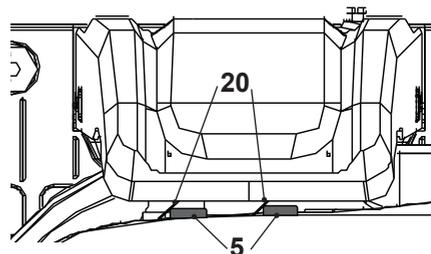

Fig. 18
- > Poussez la tondeuse robot par le côté droit sur le socle (18) de la station de charge (Fig. 18).
- > Vérifiez que les bandes de chargement (5) sur la tondeuse sont en contact avec les broches de chargement (20) sur la station de charge (Fig. 18).